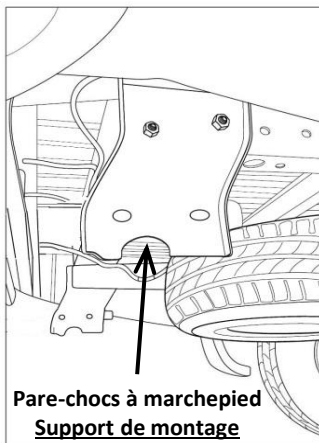

Figure 2
2. Enlever les supports de montage du pare-chocs à marchepied du véhicule et les remettre au propriétaire. Voir la Figure 2.